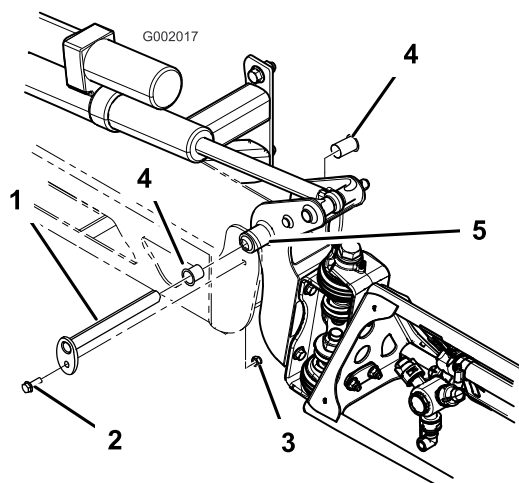

Figura 62
nel gruppo barra (Figura 62). Togliete il perno di articolazione.
5. Togliete le boccole di nylon dal lato frontale e posteriore della staffa orientabile e controllatele (Figura 62). Sostituite le boccole avariate.
7. Montate la barra e la staffa orientabile nel telaio centrale, allineando i fori (Figura 62).